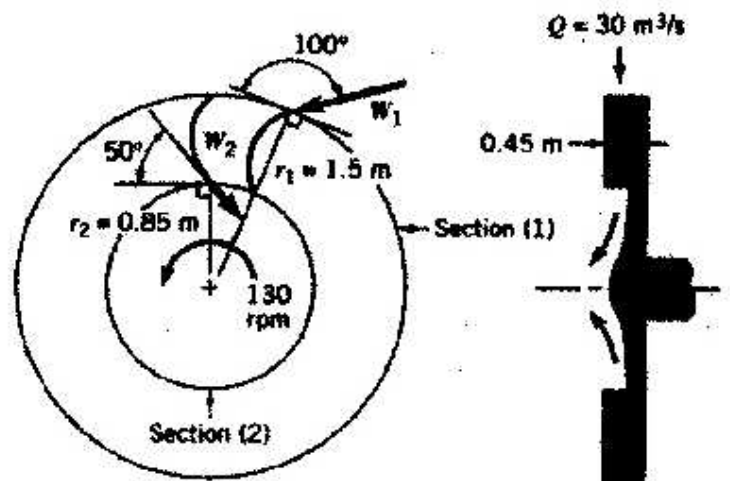

Figura 3:
La figura 3 muestra en forma simplificada el rodete de una turbina hidráulica. Relativa al rotor, el agua entra por la sección (1) ($r_1 = 1,5m$) con un ángulo de 100° c/r a la tangente y sale por la sección (2) ($r_2 = 0,85m$) con un ángulo de 50° . la altura de los álabes en la sección uno y dos es de $0,45 m$ y el flujo de agua es de $30 m^3/s$. El rotor gira a $130 rpm$ en la dirección mostrada. Determine: